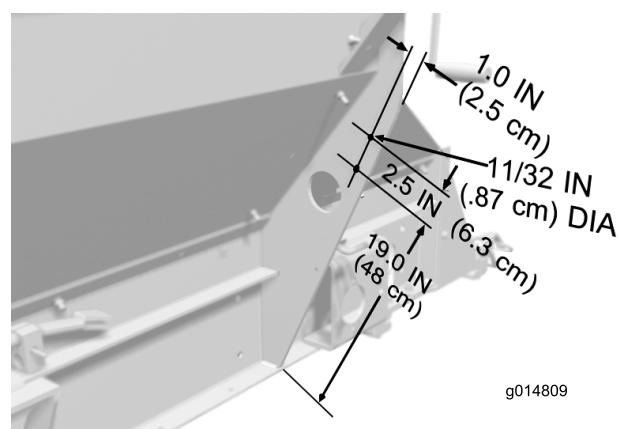

Figura 3
- Utilizando as dimensões indicadas em Figura 3, localize a marca e faça (2) furos de 8,7 mm de diâmetro na placa de reforço esquerda da tremonha. Repita o procedimento na placa de reforço direita da tremonha.